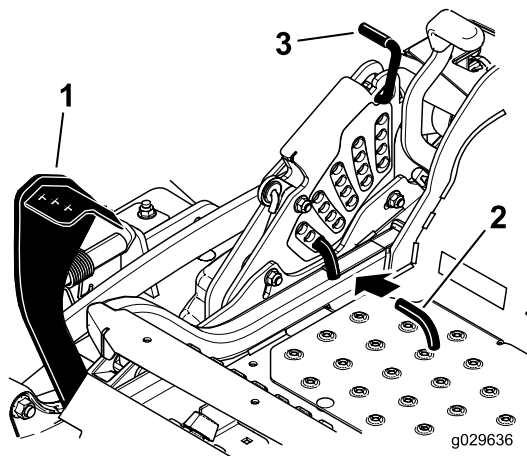

Figura 27
2. Empurre o pedal de elevação da plataforma com o pé e suba a plataforma de corte até à posição de transporte (bem como a posição da altura de corte de 140 mm) como mostra a Figura 27.
3. Para ajustar, rode o pino 90 graus e remova o pino do suporte da altura de corte (Figura 27).
4. Selecione um orifício, no suporte da altura de corte, que corresponda à altura de corte desejada e insira o pino (Figura 27).